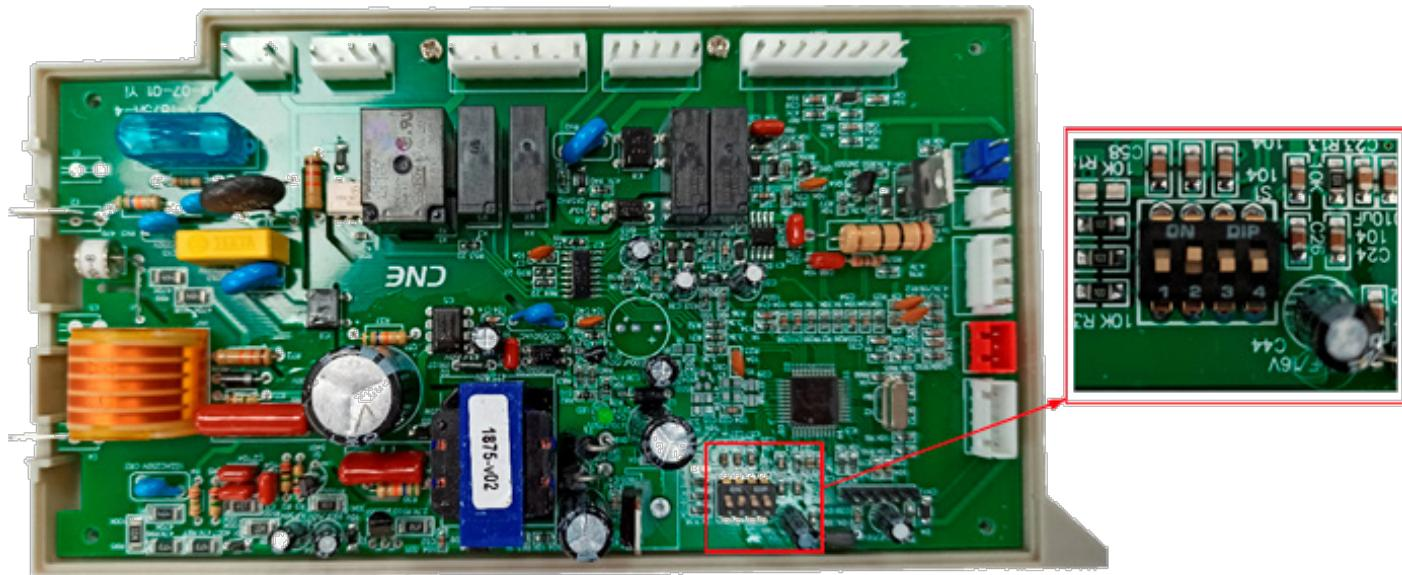

Рис. 7 Плата электронная и колодка переключателей
10) изменить на колодке S1 платы электронной значение переключателя 4 (см. рис.7 и п. 13.5, стр. 29):